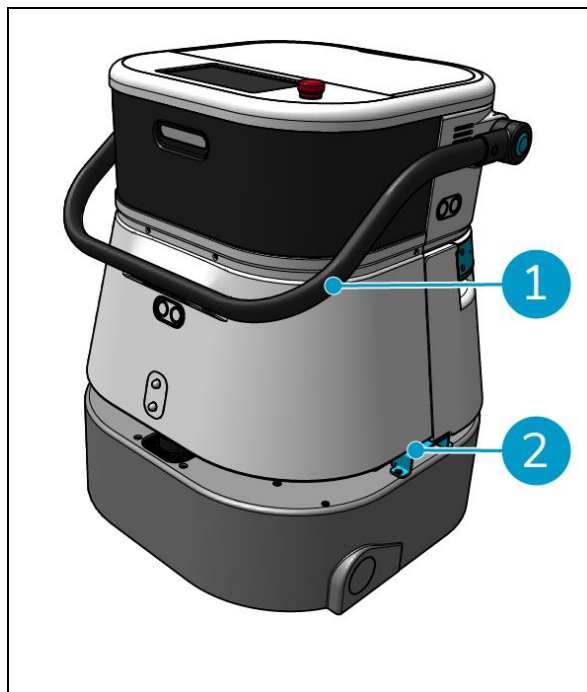

Figura 9
2. Deslocar o co-botic 45 para o seu destino utilizando a pega (Figura 9, pos. 1), ou a pega de transporte em ambos os lados (Figura 9, pos. 2).
2. Transportar o co-botic 45 até ao seu destino, utilizando a pega de transporte de ambos os lados (Figura 9, pos. 2).
2. Levante o co-botic 45 para o seu veículo utilizando as pegas de transporte (Figura 9, pos. 2).